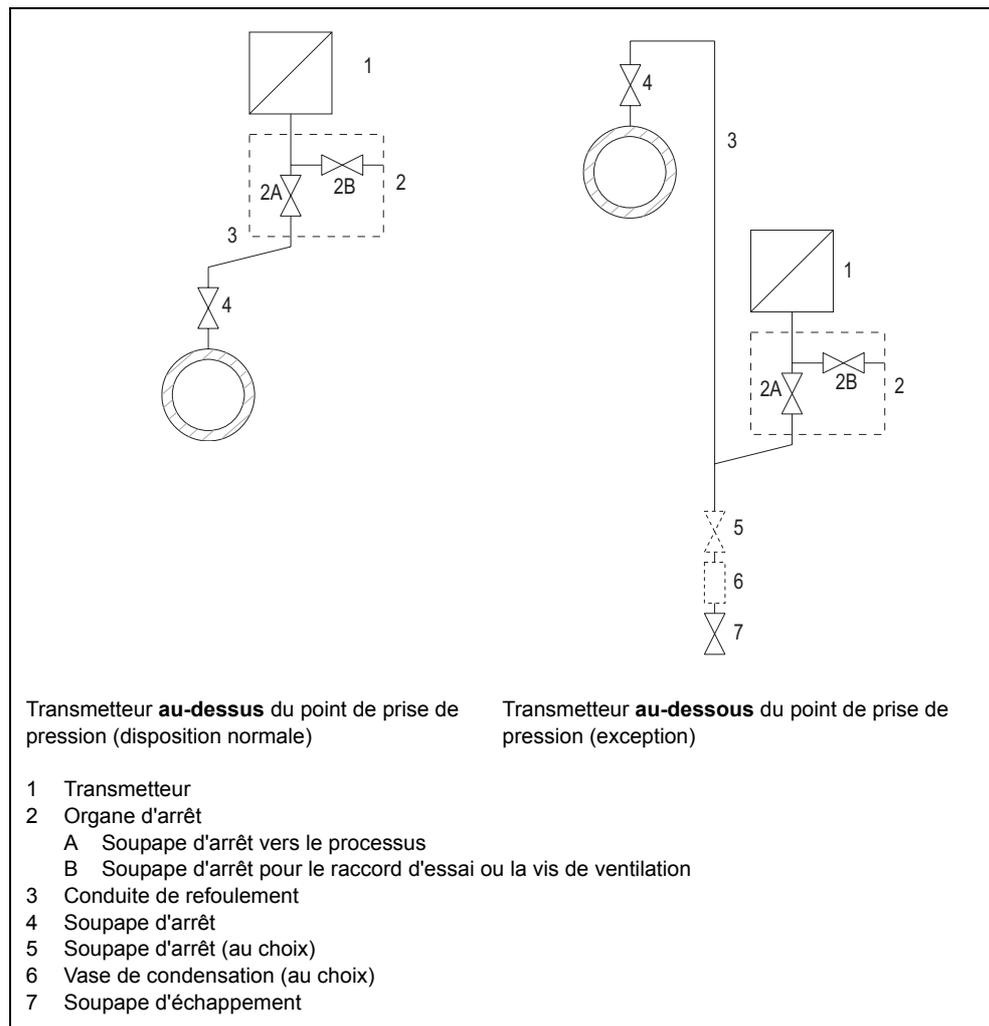

Figure 53 Mesure de gaz
Si les vannes d'arrêt de tuyauterie (Figure 53, p. 97 ff.) sont mal manipulées ou de façon non conforme, il y a risque de graves blessures corporelles ou de lourds dommages matériels.
1. Ouvrez la soupape d'arrêt (Figure 53, p. 97, 2B).
2. Appliquez au transmetteur la pression qui correspond au début de mesure par le raccord d'essai de l'organe d'arrêt (2).
5. Ouvrez la soupape d'arrêt (4) sur la tubulure de prise de pression.